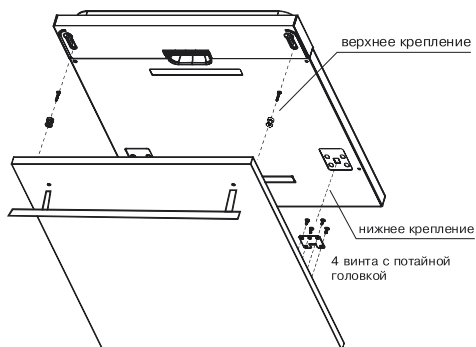

Рис. 5a. Установка декоративной панели.
2. Установите крепления на декоративную деревянную панель и с их помощью прикрепите ее к дверце машины (рис. 5a).